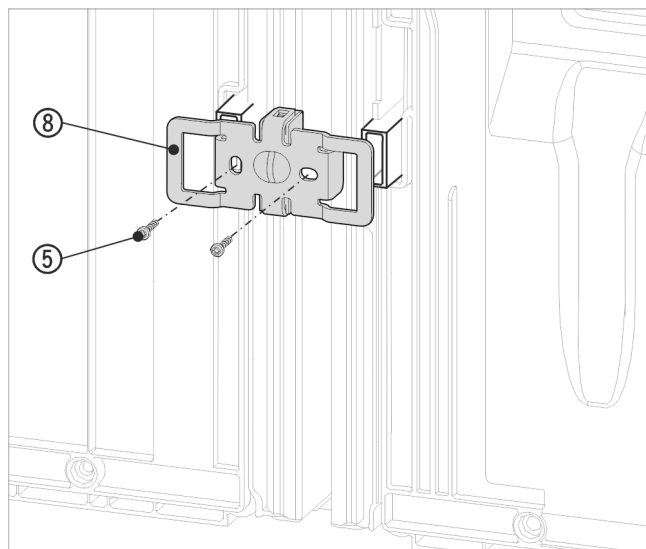

Fig. 19 Примерное отображение
- Повторно надвиньте угол Fig. 19 (8) выемками над креплением для пристенных распорок.
- Прикрутите 2 винтами Fig. 19 (5).